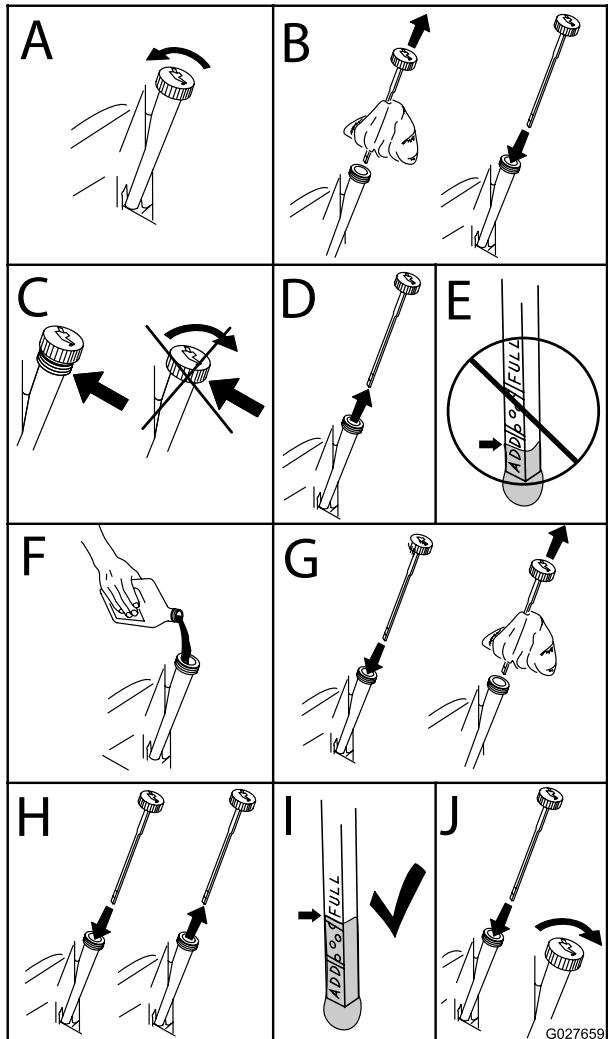

Figura 44
- Pare el motor, retire la llave y espere a que se detengan todas las piezas en movimiento antes de abandonar el puesto del operador (Figura 44).